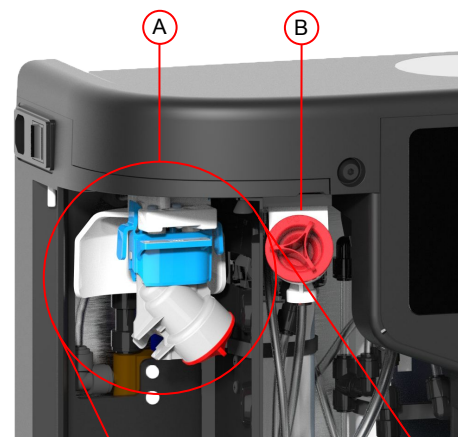

Fig. 1
4. Quando solicitado, instale o bloco de derivação, empurrando-o firmemente até encaixar (ver Fig. 1 e 2)